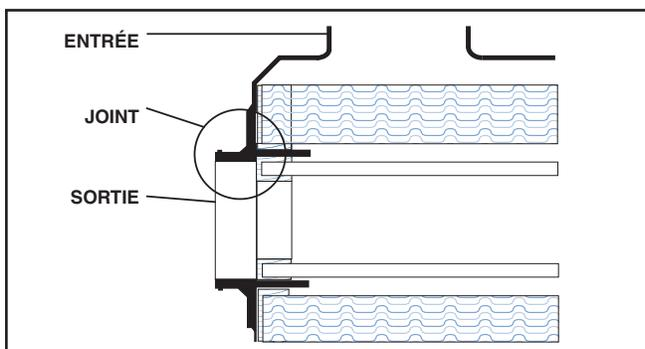

Figure 3 - Accès à l'élément filtrant
2. Déplacer soigneusement l'élément filtrant de bas en haut et d'un côté à l'autre ou le tourner de façon à libérer le joint d'étanchéité. Voir Figure 3 et 5.